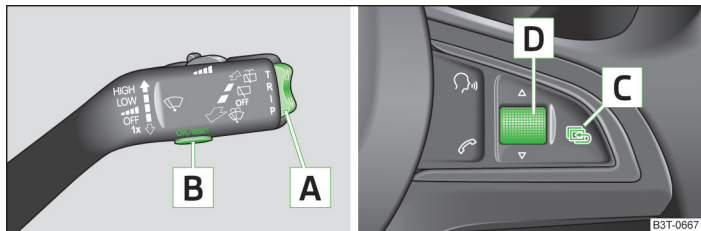

Fig. 12 Display-ul cu informații: Elemente de comandă de la maneta de acționare a ștergătoarelor de parbriz / elemente de comandă de pe volanul multifuncțional
- Meniul principal **MAIN MENU** (meniul principal) se activează prin apăsarea lungă a tastei basculante **A** » fig. 12.
- Meniul **MAIN MENU** (meniul principal) se activează prin apăsarea lungă a tastei **C** » fig. 12.